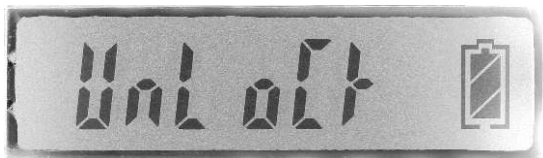

Fig 10: LOCK
- Presione la tecla CH/ON para seleccionar el parámetro de Lock/Unlock (Fig. 10 y 11), entonces utilice la tecla de SELECT para seleccionar Lock/Unlock.